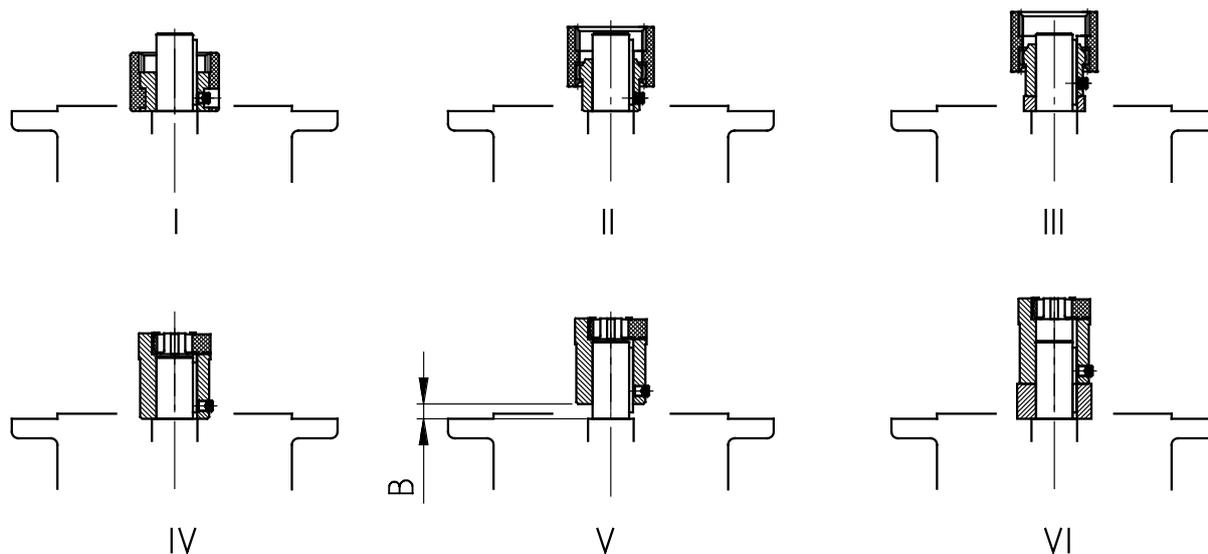

Figura 17: montaggio di diverse tipologie di giunto sull'albero motore
3. Calettare il mozzo del giunto sull'albero del motore fino a battuta contro il collare, come da indicazioni del costruttore del motore. Eventualmente interporre tra il mozzo del giunto e il collare i distanziali in dotazione per motori di grandezza 90, 160, 180 e 225. Nel caso dei riduttori coassiali standard, rispettare la misura B tra il mozzo del giunto e il collare (vedere "Figura 17"). Per alcuni adattatori **NEMA** la posizione del giunto deve essere regolata come indicato sulla targhetta adesiva.